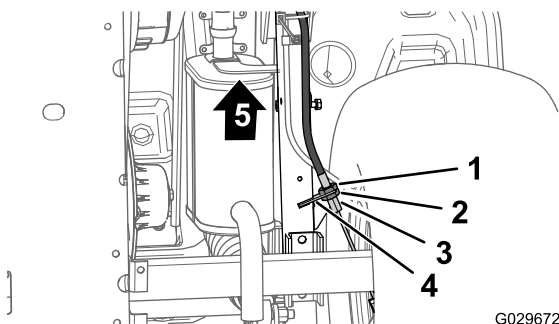

Figura 54
3. En la parte inferior de la máquina, afloje 4 vueltas la contratuerca trasera del ajustador roscado del cable del freno de estacionamiento (Figura 54).
4. Apriete la contratuerca delantera (Figura 54).
- A. Afloje 1 vuelta la contratuerca delantera (Figura 54) del ajustador roscado del cable del freno de estacionamiento.
- B. Apriete la contratuerca trasera (Figura 54).
- A. Afloje 1 vuelta la contratuerca trasera (Figura 54) del ajustador roscado del cable del freno de estacionamiento.
- B. Apriete la contratuerca delantera (Figura 54).